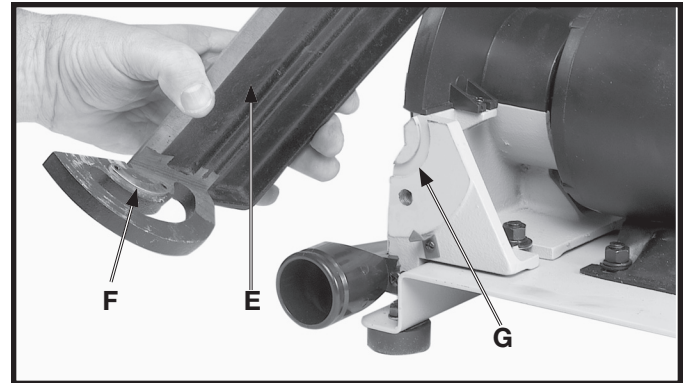

Fig. 14
3. Coloque la mesa del disco (E) Fig. 14 sobre la estructura de la base de disco, asegurándose que la llave (F) en el soporte de la mesa esté engranada con la chaveta (G) en la estructura de la base.